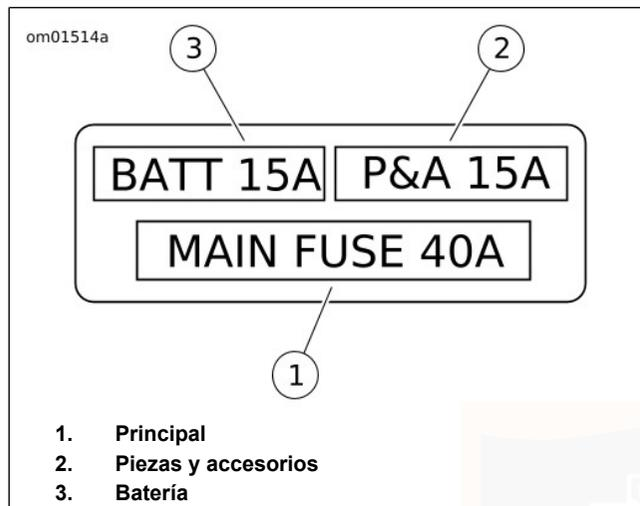

Figura 74. Bloque de fusibles
Vea Figura 74. Los circuitos eléctricos están protegidos por tres fusibles. Los circuitos individuales del vehículo están protegidos por el módulo de control de la carrocería (BCM).
4. Vea Figura 74. Quite el fusible sospechoso.